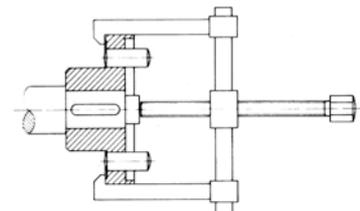

Bild 12
- Kupplung mittels Kupplungszieher abziehen (Bild 12). Passfeder (940.52) herausnehmen.